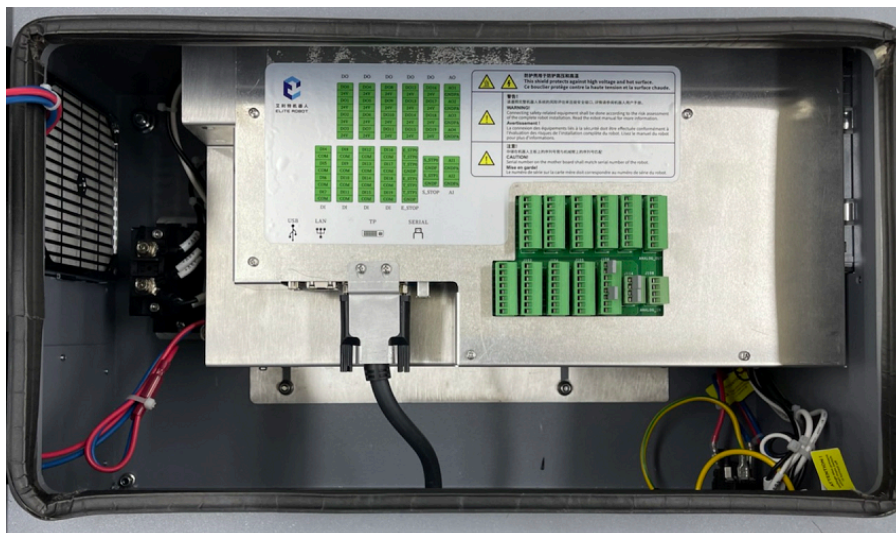

图 3-10: ERB2E 系列控制箱
控制箱结构如图 3-10 所示。
机器人上电前，请确保所有线缆均已正确连接并且控制箱已插入合适的电源。找到控制箱上的电源开关。当用户准备关闭系统电源时，首先将示教模式（图 3-10）开关从自动（PLAY）或远程（REMOTE）转到示教（TEACH）以结束当前程序。当机器人完全停止时，将控制箱上的电源开关转到关闭位置。
4. 按下所需轴运动按钮的 +/- 按钮 (图 3-10)